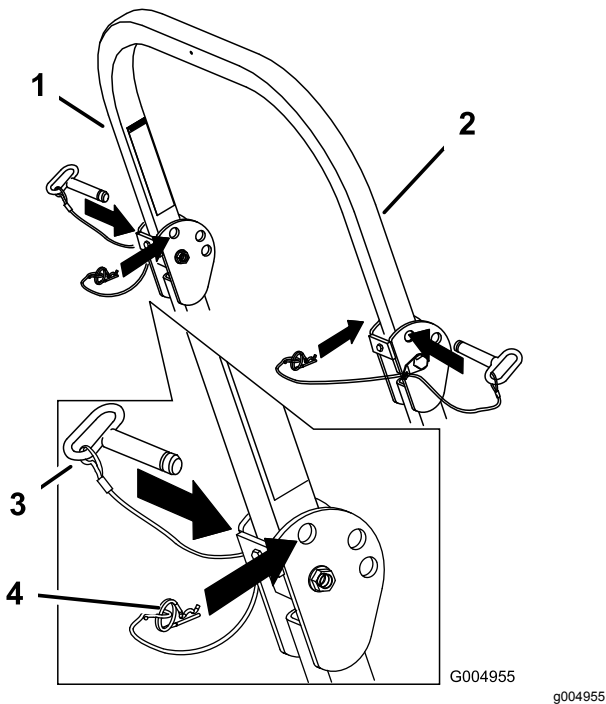

Figura 9
1. Retire las chavetas y retire los dos pasadores (Figura 9).
3. Instale los dos pasadores y sujételos con las chavetas (Figura 9).
4. Para elevar la barra anti-vuelco, retire las chavetas y los dos pasadores (Figura 9).
5. Eleve la barra anti-vuelco a la posición vertical, instale los dos pasadores y sujételos con las chavetas (Figura 9).